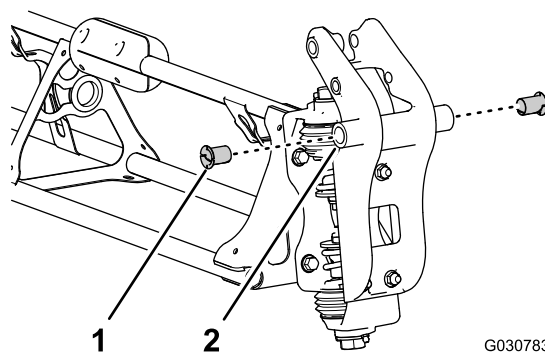

Figura 120
- Insira casquilhos de flange de nylon no orifício com 31,8 mm em cada lado da união da articulação (**Figura 120**).